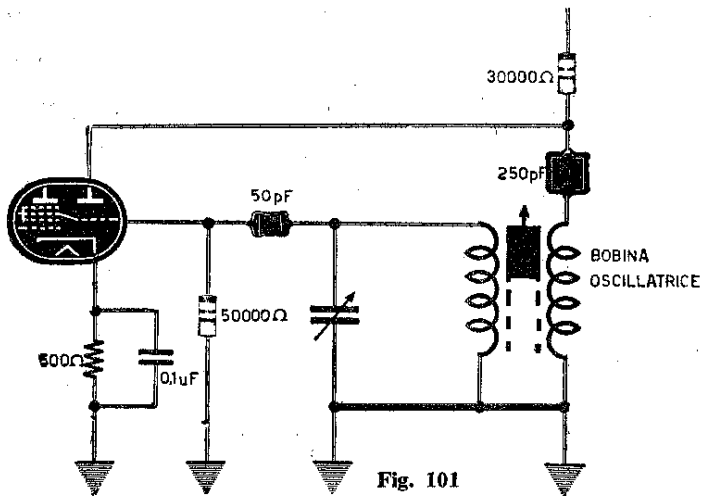

Fig. 101
**298** Resistenza della griglia oscillatrice inserita a massa (fig. 101) mentre sulla valvola esiste polarizzazione catodica. In tali casi la resistenza di griglia oscillatrice deve risultare collegata al catodo come è indicato nella figura 102.